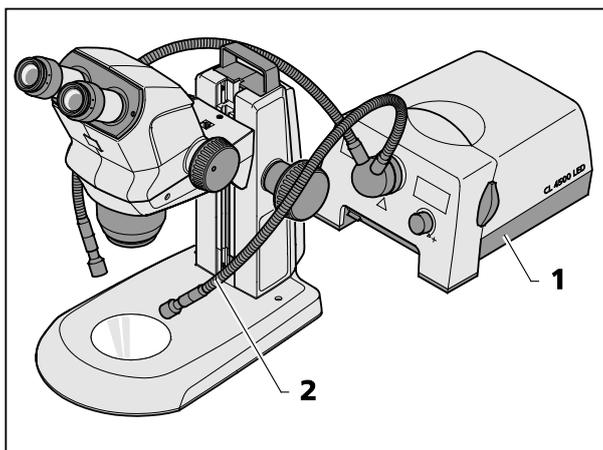

図 10 外部光ファイバーライトの取り付け
- 外部光ファイバーライト (図 10/1) をオンにし、強度を調整し、両方のスワンスリーブ (図 10/2) を曲げて、対象が最適に照らされるようにライトを調節します。